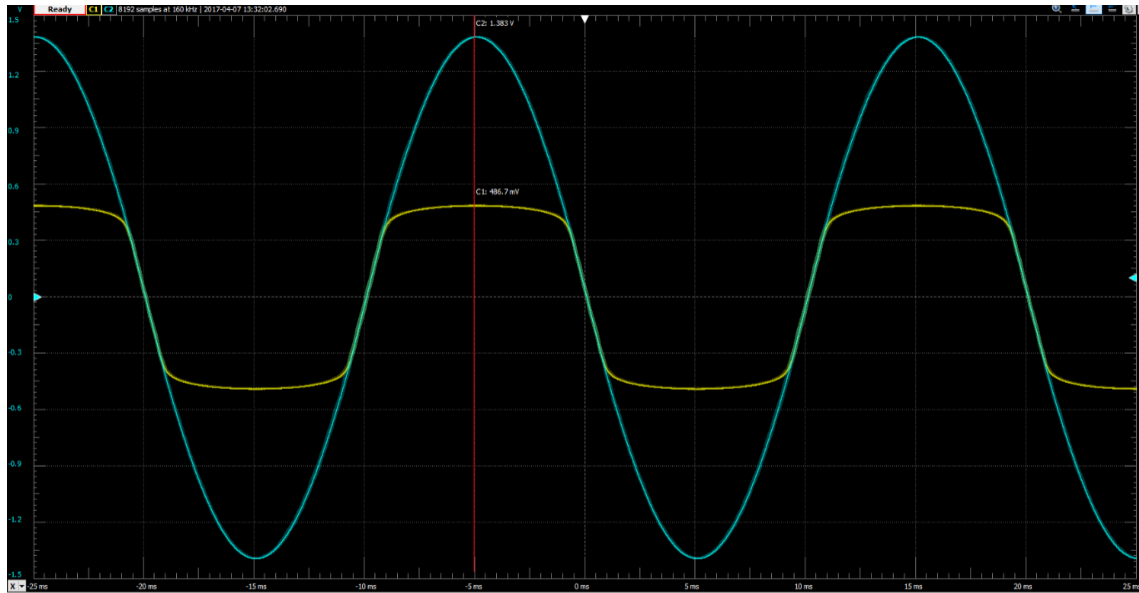

Рис. 4.3 Сигнал, отриманий при вимірюваннях на реальній схемі. Вхідна напруга складає 1.3 В (синій графік вхідна напруга, зелений – вихідна).
4. Результат вимірювань зображено на рис.4.3.